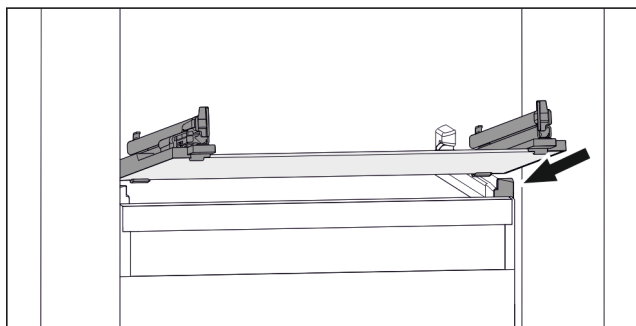

Fig. 46 Příklad znázornění skleněné desky
- ▶ Nasadte skleněnou desku šikmo za zářádky. (viz Fig. 46)